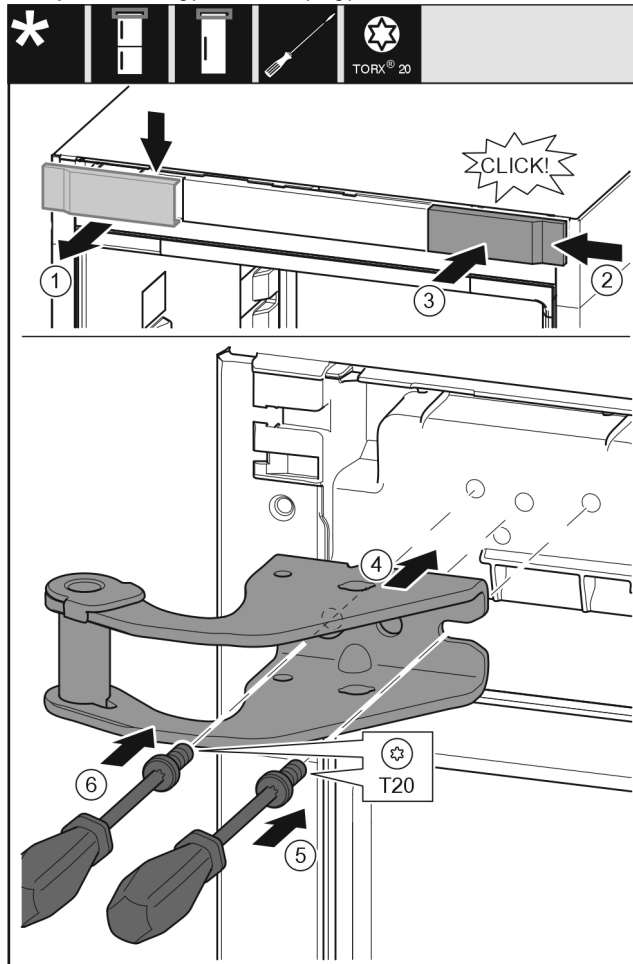

Fig. 11
- ▶ Vegye ki felülről az alsó fedelet előrefelé. Fig. 11 (1)
- ▶ Akassza be a fedelet 180°-kal elfordítva a másik oldalra jobbról. Fig. 11 (2)
- ▶ Pattintsa be a fedelet. Fig. 11 (3)
- ▶ Helyezze fel a felső csapágybakot. Fig. 11 (4)
- ▶ Helyezze fel és húzza meg a csavart a T20 csavarhúzóval. Fig. 11 (5)
- ▶ Helyezze be és húzza meg a csavart a T20 csavarhúzóval. Fig. 11 (6)